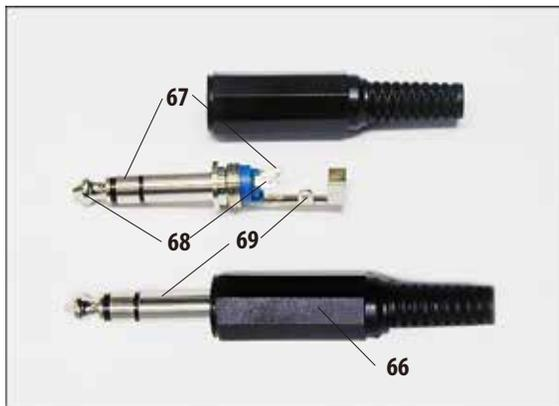

Abb. 63
Jeder Alarm wird am Stecker (66) wie folgt angeschlossen (Abb. 63):